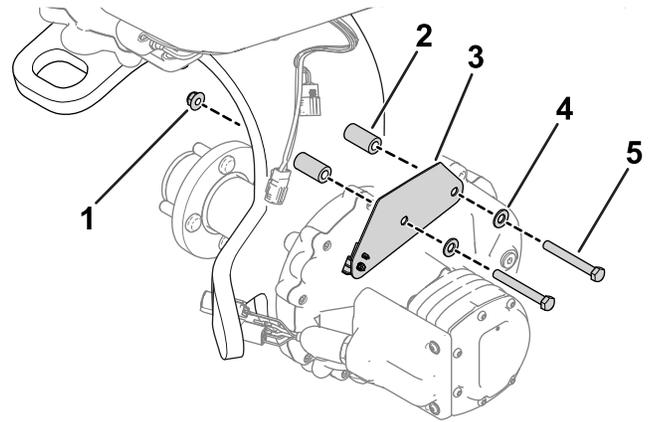

Figura 4
2. Utilice los herrajes que retiró anteriormente para sujetar el nuevo soporte del arnés a la horquilla de la rueda giratoria (Figura 4).